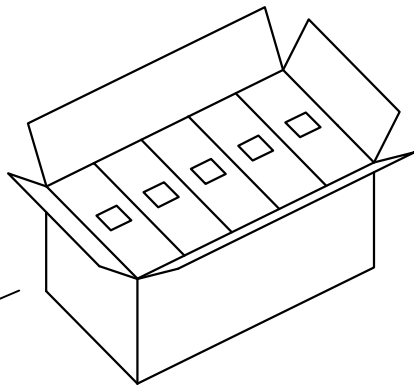

图4 外箱
- 3：如图4，每外箱装10内盒，数量为10X(5X1000pcs)。